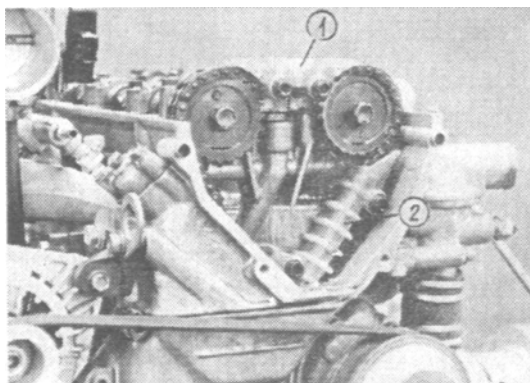

Рисунок 21 – Снятие передней крышки головки цилиндров
- снять переднюю крышку головки цилиндров (рисунок 21);